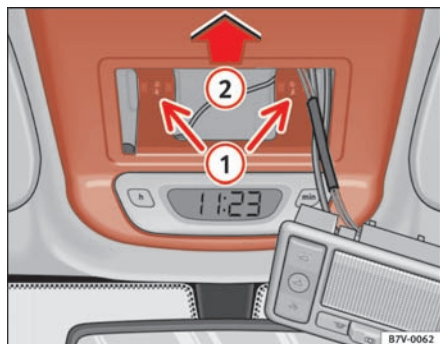

Fig. 69 Nødbetjening
- Vend skrue-trækkerklingen, og skru de to Philips-skruer **1** ⇒ fig. 69 ud.
- Skub afdækningen i pilens retning **2**, og tag den af ⇒ fig. 69.